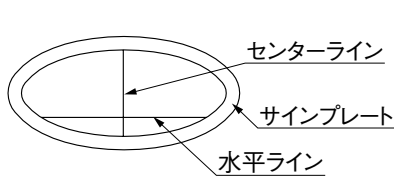

図6-1
- ① サインプレートにあとから消せる物で、センターラインと水平ラインを引いてください。(図6-1参照)